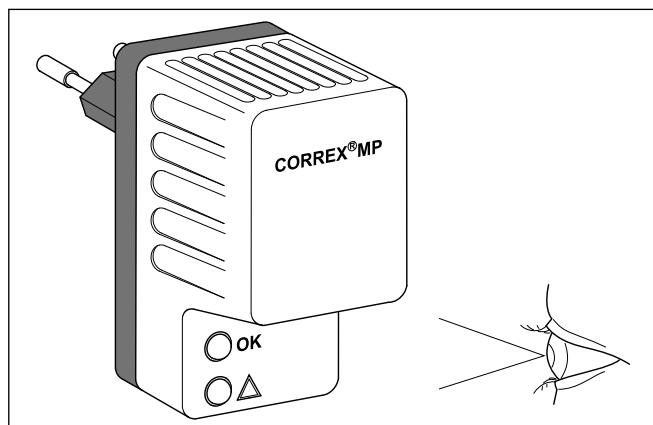

Fig. 7.3 Diode électroluminescente sur le bloc d'alimentation de l'anode de courant vagabond
- Entretenez également l'anode de courant vagabond si la diode rouge du bloc d'alimentation de l'anode (→ Fig. 7.3) clignote en rouge.
Le fonctionnement correct de l'anode de courant vagabond est visualisé par les deux témoins de contrôle situés sur le bloc d'alimentation (**→ Fig. 7.3 Diode électroluminescente sur le bloc d'alimentation de l'anode de courant vagabond**). Le tableau suivant explique la signification des témoins de contrôle et comment réagir en cas d'anomalie.